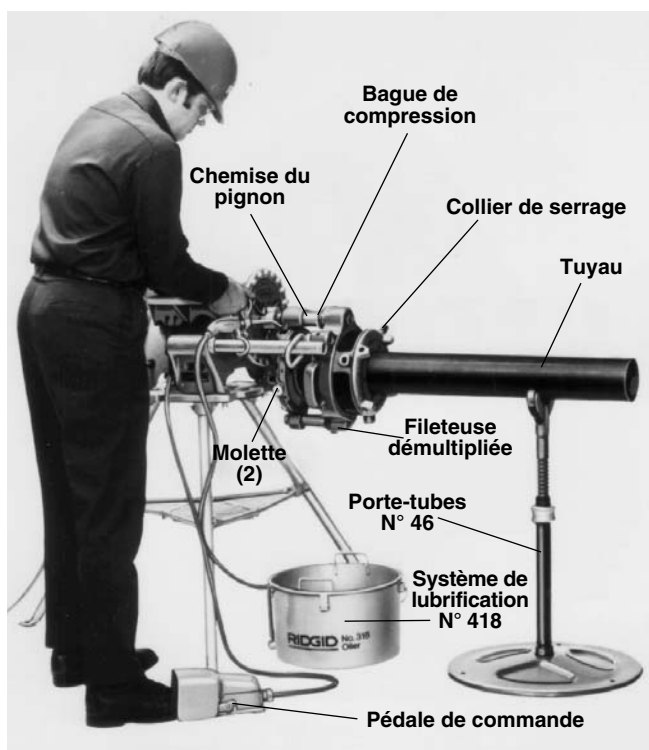

Figure 21 – Filetage des tuyaux à l'aide de la fileteuse démultipliée N° 141 (couplage direct) (Idem pour fileteuse N° 161)
6. Soulagez le tuyau à l'aide d'un porte-tubes (Figure 21). Positionnez le porte-tubes à environ 2,5 pieds de la fileteuse.
9. Positionnez le système de lubrification N° 418 directement sous la fileteuse (Figure 21).